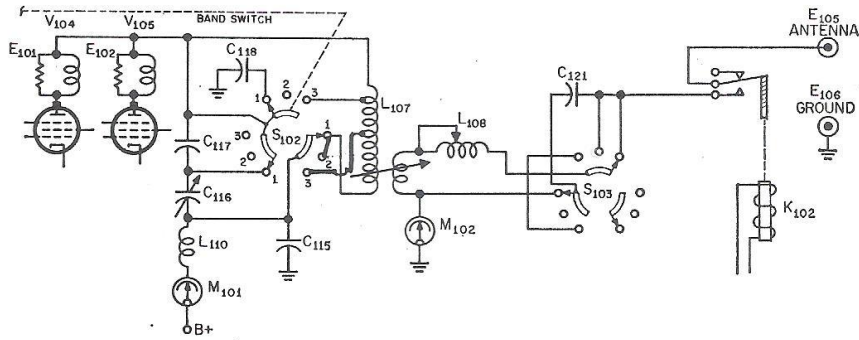

Fig. 1—Schematic of the original TCS r.f. final. Modifications are explained in the text.
1. Maak alle draden los van S102 (deel van de bereikschakelaar), zie fig.1